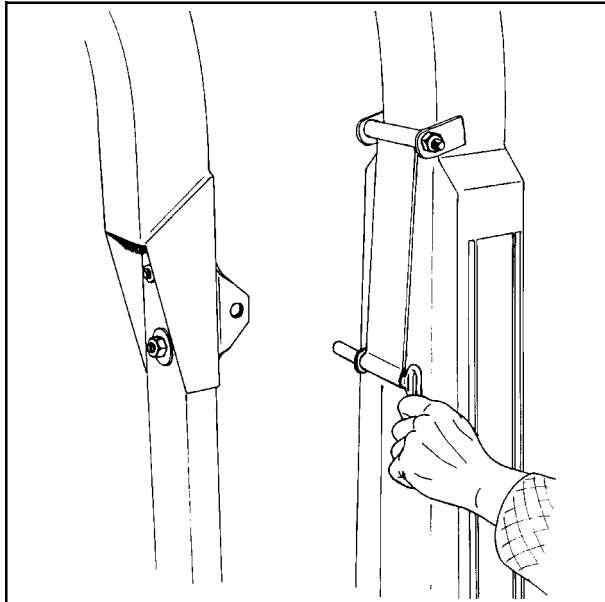

Fig. 4-13
6. Ta ut låsebolten som holder sveivearmen fast til ramma under transport. (Se fig. 4-13).